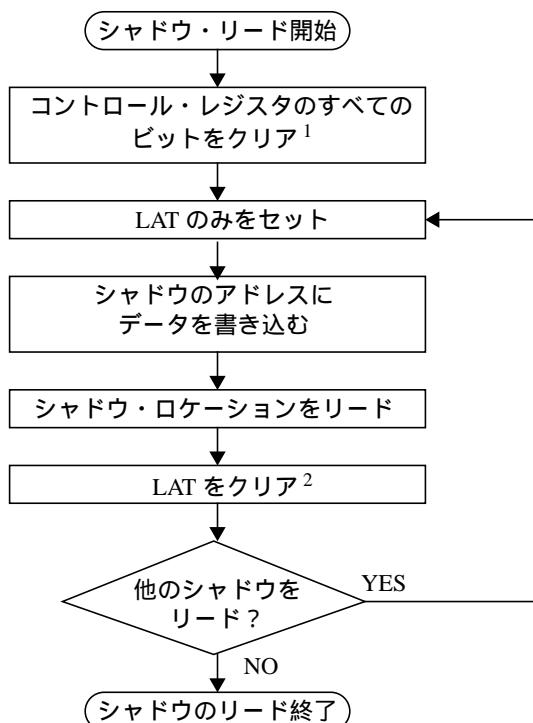

図 51 シャドウ・レジスタの読み出し方法
10. マージン・フラグがまだセットされていない場合、消去選択したブロック（ブロック消去）またはアレイ全体（一括消去）を読み出してすべてのロケーションが消去されているかを検証します。一括消去の場合はシャドウの検証も行います。詳しくは図 51「シャドウ・レジスタの読み出し方法」を参照してください。TFMCR のシャドウの消去値は \$BFFF ですので注意してください。